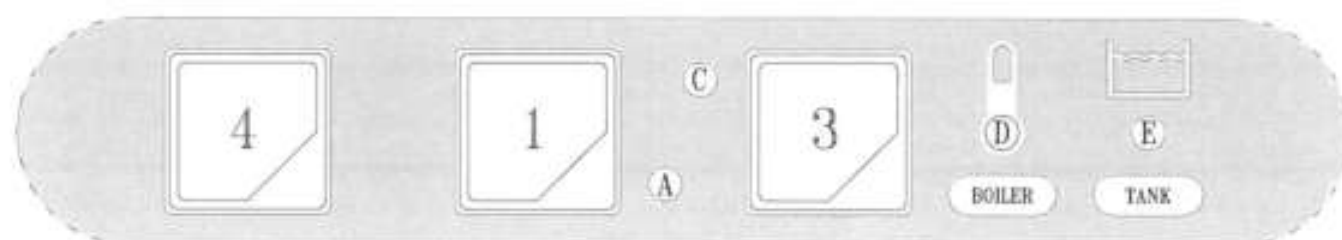

Рис. 3-2
- После завершения впуска воды откройте дверцу (I) и добавьте моющее средство (около 2 г на литр объема бака). Выставьте положение полной корзины (L) и закройте дверцу (I). Выберите с помощью кнопки (4) необходимый цикл мытья: короткий цикл (кнопку нажать) – длинный цикл (кнопку не нажимать). Далее нажмите кнопку ПУСК (3) (держат нажатой по меньшей мере 2 секунды), чтобы запустить цикл мытья, — загорится индикатор (C). После завершения цикла индикатор погаснет. Чтобы выключить машину, поверните выключатель (1) в положение 0. Индикатор (A) покажет, что машина выключена (Рис. 3-2+3-3).
- When the water intake cycle is complete, open the door (I) and add detergent (about 2 g. per litre of tank capacity). Position the full basket (L) and close the door (I). Select the appropriate washing cycle by pressing button (4) short cycle (button pressed) + long cycle (button not pressed). Now press the START button (3) (at least for 2 seconds) and the wash cycle displayed by light (C) will start. When the cycle is over, this light goes out. To turn off the appliance, turn the switch (1) to (0). Light (A) indicates the appliance is off (Fig.3-2+3-3).
- Nach erfolgter Füllung die Tür (I) öffnen und das Spülmittel einfüllen (ca. 2g/l Fassungsvermögen des Spülbehälters). Den gefüllten Geschirrkorb (L) einsetzen und die Tür (I) schließen. Das Programm durch Drücken des Druckknopfes (4) wählen kurzer Spülgang (Taste gedrückt) + langer Spülgang (Taste losgelassen). Nun die START-Taste (3) mindestens 2 Sekunden lang drücken, und das Spülprogramm beginnt, die Kontrolllampe (C) leuchtet auf und am Programmende erlischt die Kontrolllampe. Um das Gerät auszuschalten, muß der Schalter (1) auf die Position (0) gestellt werden, die Kontrolllampe (A) erlischt. (Bild.3-2+3-4).